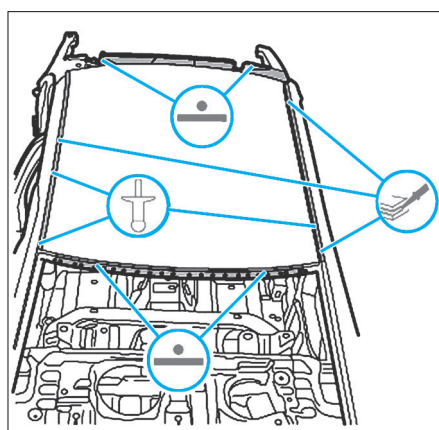

FIG. 27
- Mettre en place des rivets borgnes (Fig.27).